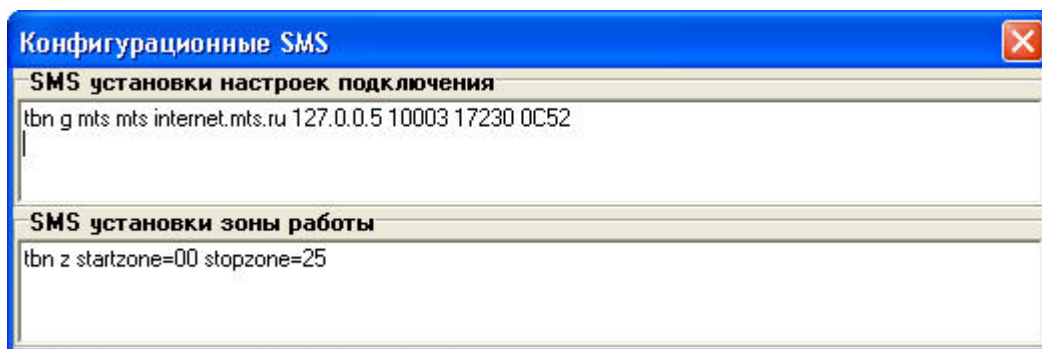

Рисунок 20. Конфигурационные SMS
9. кнопка «Конфигурационные SMS» (настройка формата конфигурационно-настроечных SMS, при нажатии на кнопку выводится окно отображения формата SMS (рисунок 20); подробнее – см. Руководство по эксплуатации КСПД-5, п.3.4);
- скопировать данные из информационного блока «SMS установки настроек подключения» окна «Конфигурационные SMS» (рисунок 20) в мобильный телефон и отправить на телефонный номер SIM-карты контроллера КСПД-5.